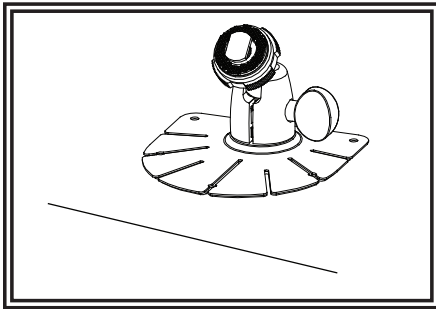

Abbildung 4
2. Für die Montage des Sockels mit dem Klebstoff müssen Sie die Oberfläche zuvor durch Einreiben mit Alkohol reinigen, wie in Abbildung 4 gezeigt.